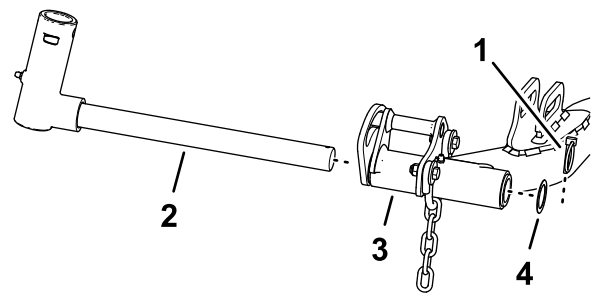

Bild 26
- Nehmen Sie den Klappstecker und die Unterlegscheibe ab, mit denen die Gelenkwelle des Hubarms am Hubarm befestigt ist. Schieben Sie die Gelenkwelle des Hubarms aus dem Hubarm (Bild 26).